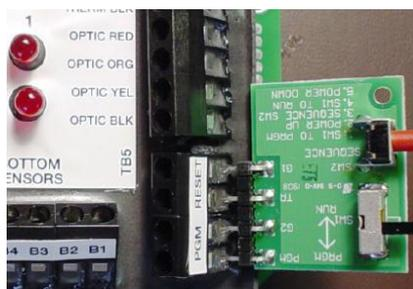

Fig. 8
- 3) Connectez le module de programmation comme sur la Fig. 8.